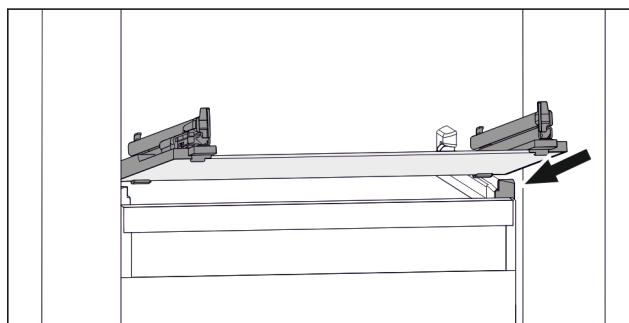

Fig. 111 Eksempel på fremstilling av glassplaten
- Sett glassplaten på skrå bak stopperne. (se Fig. 111)